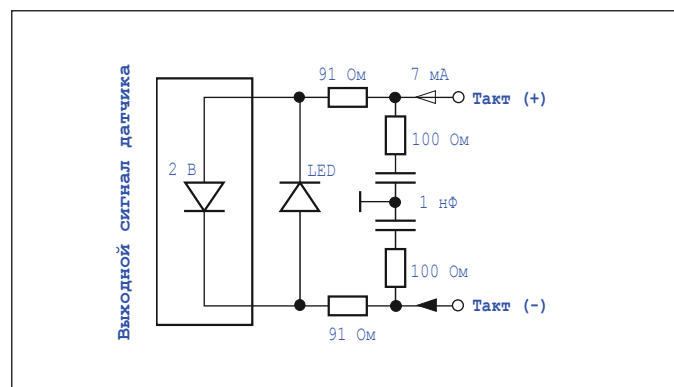

Рис.2. Входной тактовый сигнал (+) / (-)
5. Установите драйвера CH341SER.EXE (рис. 2) для программатора из папки Driver.